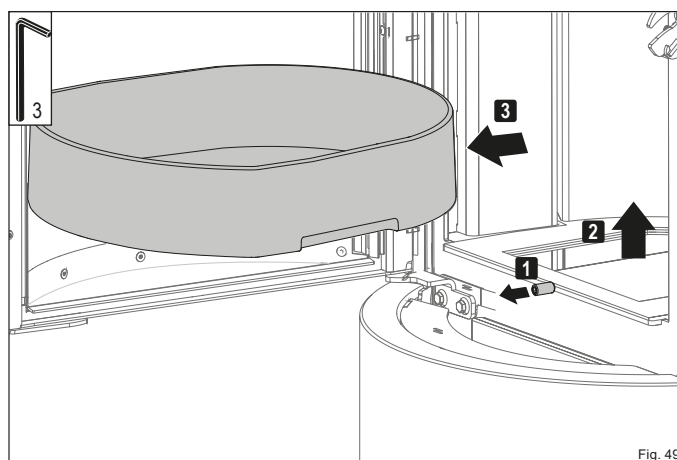

Fig. 49
- ▶ Desserrez la vis sans tête (Fig. 49).
- ▶ Soulevez la grille foyère pour la sortir de l'ouverture (Fig. 49).
- ▶ Retirez la grille foyère (Fig. 49).